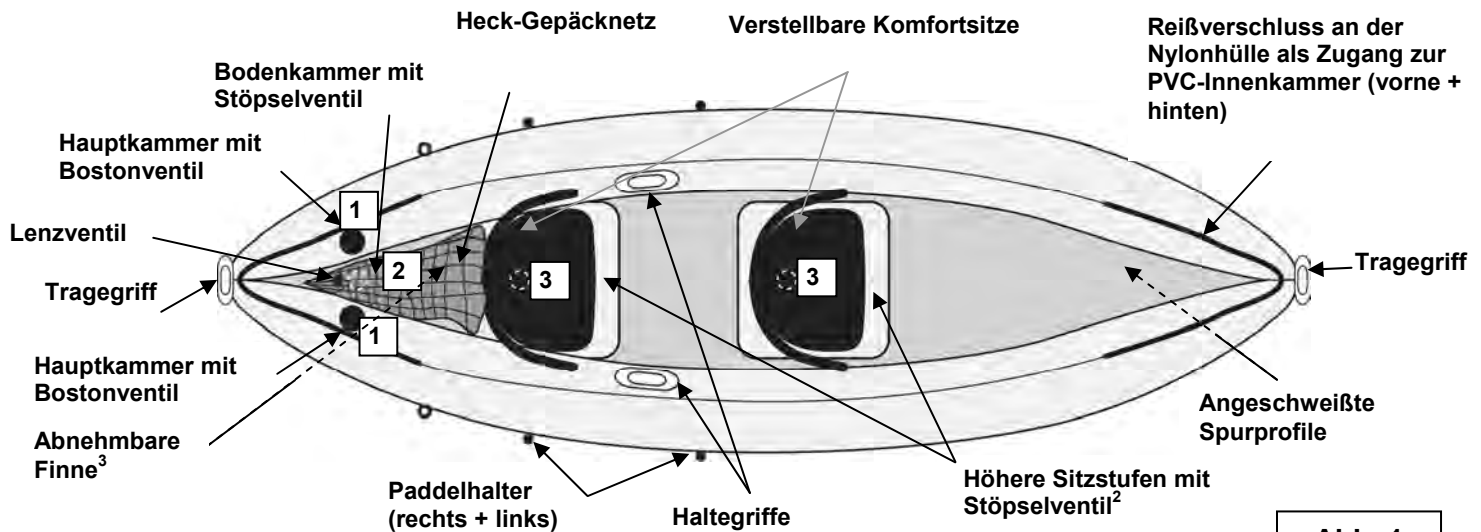

Abb. 1
- a) Bostonventil(e): (siehe Zeichnung): Schrauben Sie die Ventilverschlusskappe (1) ab. Schrauben Sie den Ventilkörper (2) in die Basis (3) und prüfen Sie, ob die Verschlusskappe zugänglich bleibt. Verbinden Sie das Schlauchende der Pumpe mit dem Ventil (verwenden Sie den passenden Adapter der Pumpe) und pumpen Sie die Kammer bis zum erforderlichen Betriebsdruck auf (siehe Punkt 3). Nach dem Aufpumpen die Ventilverschlusskappen fest anziehen (im Uhrzeigersinn). **HINWEIS:** Ein leichter Luftverlust kurz vor Verschließen der Ventilkappen ist völlig normal. **Nur die Ventilverschlusskappen können die eigentliche Luftdichtigkeit sicherstellen.**
3. Pumpen Sie das Produkt auf, wie auf dem Typenschild aufgedruckt (siehe auch Abbildung 1 – Nummerierung der Ventile)..